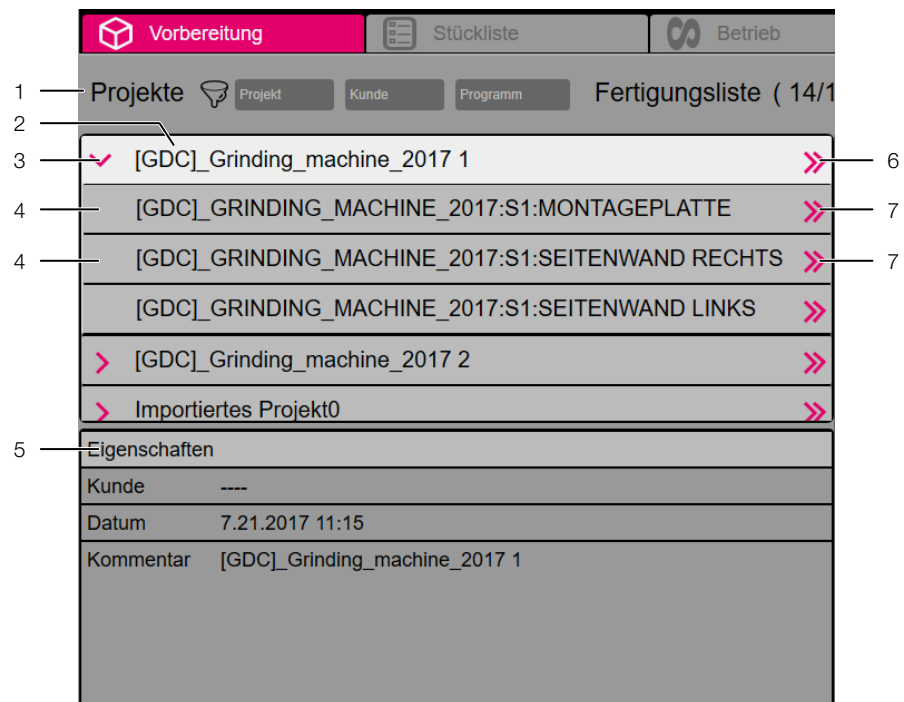

Abb. 8: Registerkarte „Vorbereitung“ – Projekte
- Drücken Sie die Schaltfläche „>>“ (Abb. 8, Pos. 6) hinter dem Projektnamen. Es erscheint ein Fenster, in dem die Stückzahl für die Fertigungsliste angegeben werden kann. Die angegebene Stückzahl bezieht sich gleichermaßen auf alle Werkstücke, die in der Fertigungsliste hinterlegt sind.
- Drücken Sie die Schaltfläche „>“ (Abb. 8, Pos. 3) vor dem Projektnamen. Die Liste der im Projekt enthaltenen Hauptprogramme wird angezeigt.
- Drücken Sie die Schaltfläche „>>“ (Abb. 8, Pos. 7) hinter dem Namen des gewünschten Hauptprogramms.
Mit jedem Drücken einer Schaltfläche „>>“ (Abb. 8, Pos. 7) werden die Werkstücke (erneut) der Fertigungsliste hinzugefügt. So können Sie auch die Werkstücke mehrerer Hauptprogramme in einer Fertigungsliste zusammenfassen.